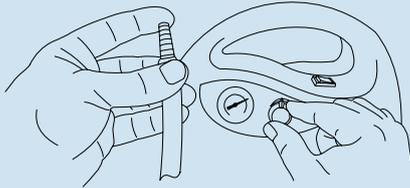
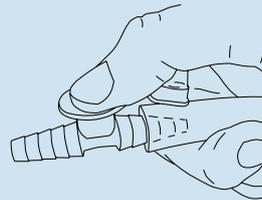

Abb. 19
Abb. 20
2. Halten Sie die Öffnung des Absaugschlauchs (Abb. 19) und des Fingertips (Abb. 20) zu.
2. Steuern Sie den Absaugvorgang und das gewünschte Vakuum mit der Nebenluftöffnung am Fingertip (Abb. 20).